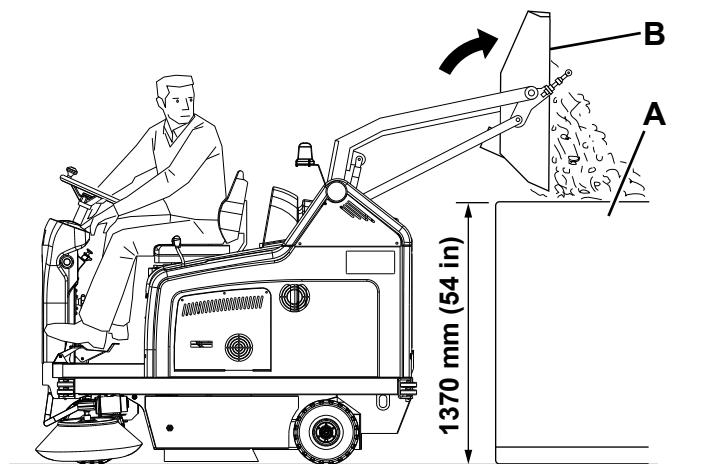

Figure 2
1. La hauteur maximum de déchargement du conteneur déchets est de 1.370 mm (53.9 in) (voir Fig. 2).
- Désactiver le système d'aspiration au moyen de l'interrupteur (56).
- Activer le secoueur en appuyant sur la partie supérieure de l'interrupteur (56).
5. Appuyer en même temps sur l'interrupteur de confirmation (51) et sur l'interrupteur de basculement (58) du conteneur déchets (B, Fig. 2) et décharger les déchets dans le bac de collecte (A).